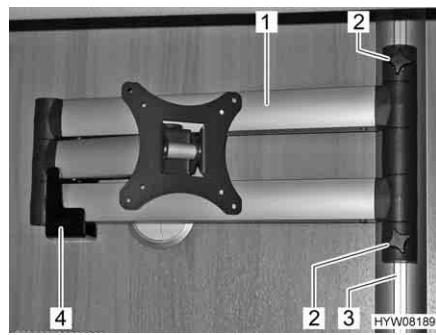

Fig. 7 Televisore (schermo piatto) sul braccio snodato
- Svitare le viti a testa cilindrica zigrinata (Fig. 7,2).
- Spingere il braccio snodato (Fig. 7,1) nella guida (Fig. 7,3) e inserirlo (Fig. 7,4) nel supporto (Fig. 7,4).